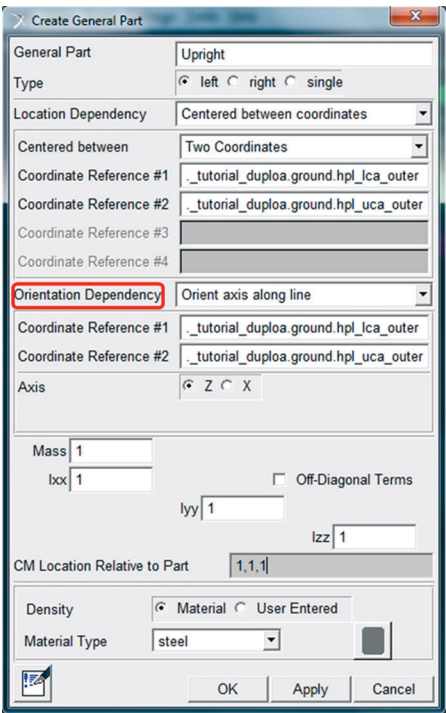

Figura 5.54 – Janela correspondente à criação do *General Part* “Uprigth”.
A janela *Create General Part* será aberta e deverá ser preenchida, conforme ilustra a Figura 5.54.
*A notar:* A opção Orientation Dependency, Figura 5.54, selecionada como Orient axis along line solicita a especificação de duas coordenadas. Perceba que entre os dois Hardpoints especificados pode-se imaginar um eixo de ligação, que na aba Axis, foi especificado como sendo o eixo “Z”. A direção, neste caso, é da coordenada 1 até a coordenada 2.